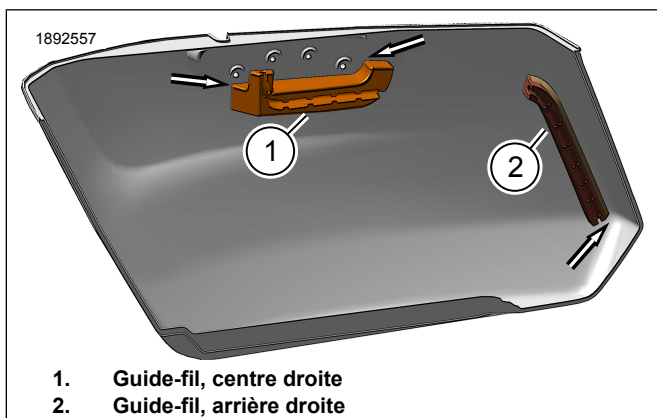

Figure 5. Itinéraire interne du faisceau de câbles
- a. Voir la Figure 5. Installez le guide-fil central droit (1) sur le fond de la sacoche en l'alignant avec les éléments proches du support de charnière.
- b. Installez le guide-câble arrière droit (2) sur la paroi extérieure inférieure de la sacoche, juste en avant de la paroi arrière, comme illustré.